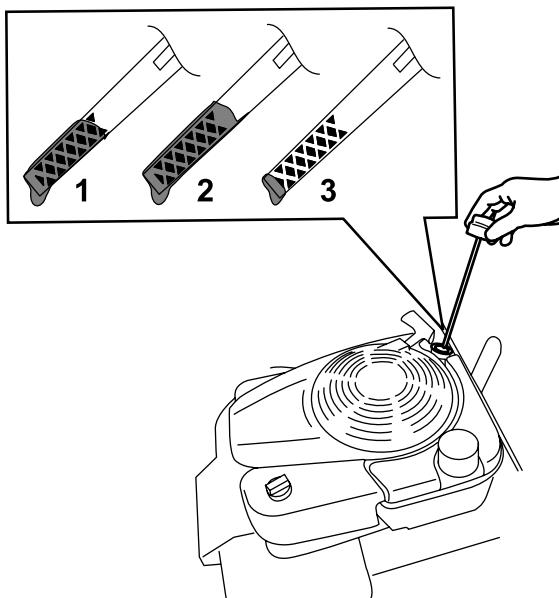

Figura 32
3. Retire a vareta rodando-a no sentido contrário ao dos ponteiros do relógio e puxando-a para fora (Figura 32).
10. Leia o nível de óleo na vareta (Figura 32).